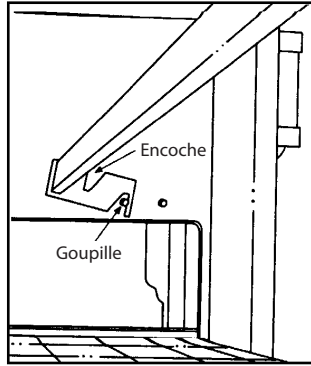

Figure 1
7. Avant d'installer les ferrures de retenue dans le ou les fours, s'assurer d'avoir bien enlevé tout le matériel d'emballage du carénage. Installer les ferrures de retenue de doigt en les plaçant à l'envers et en accrochant la goupille de retenue comme illustré. (Voir **Figure 1**.)